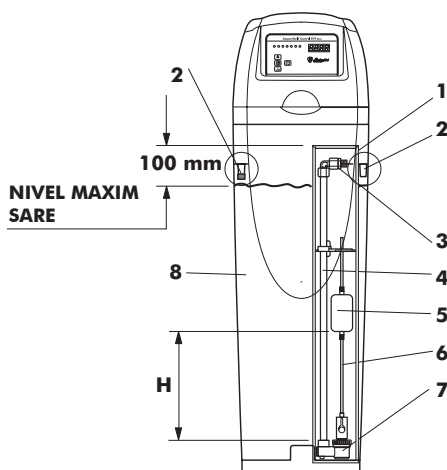

Fig. 5
- 1 Umpleti containerul de sare pana la 100 mm. de la marginea tubului dizolvator (vezi fig.5).